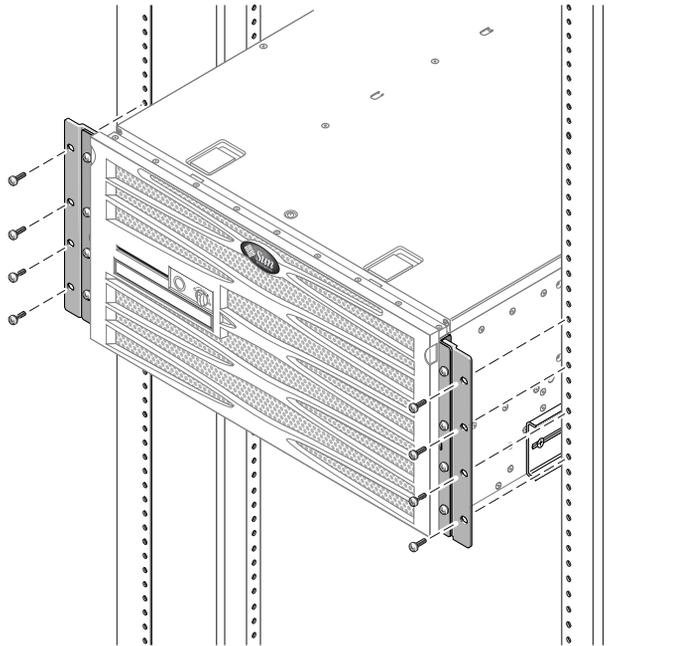

ABBILDUNG 3-21 Befestigen der 600 mm langen vorderen Montagebleche am Rack
9. Befestigen Sie die 600 mm langen vorderen Montagebleche mithilfe von vier Schrauben auf jeder Seite an der Vorderseite des Racks (ABBILDUNG 3-21).